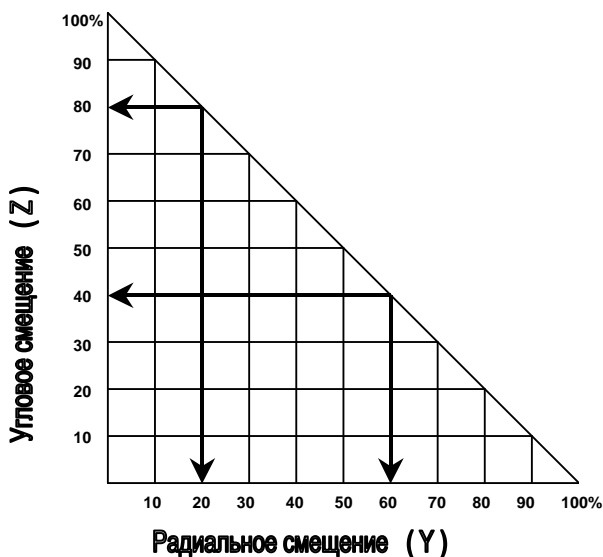

РИСУНОК 2
Величины в таблице 7 не должны быть максимальными одновременно. Если в одно и то же время присутствует радиальное (Y) и угловое (Z) смещения, допуски могут быть применены частично (см. рис. 2).
смещений, в рис. 2